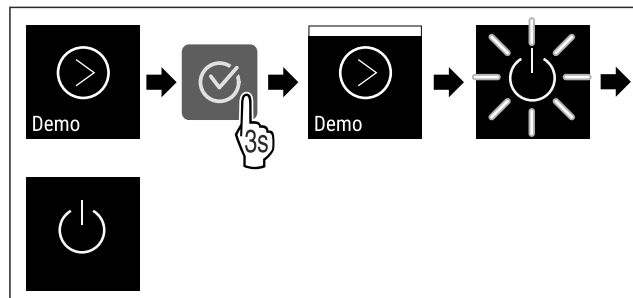

Fig. 100
- ▶ Proved'te akční kroky (viz Fig. 100) .